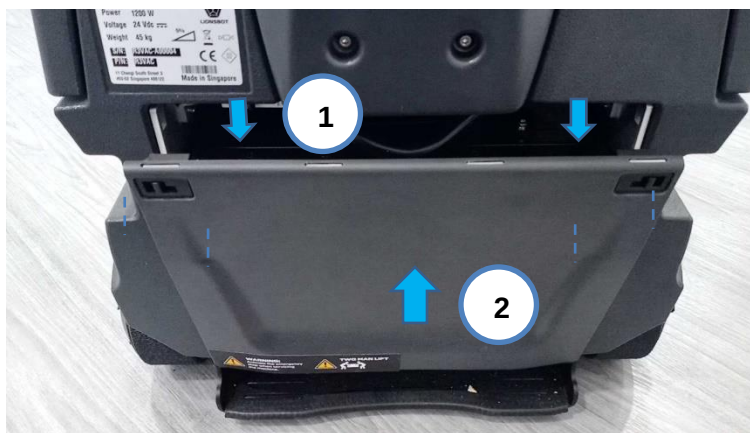
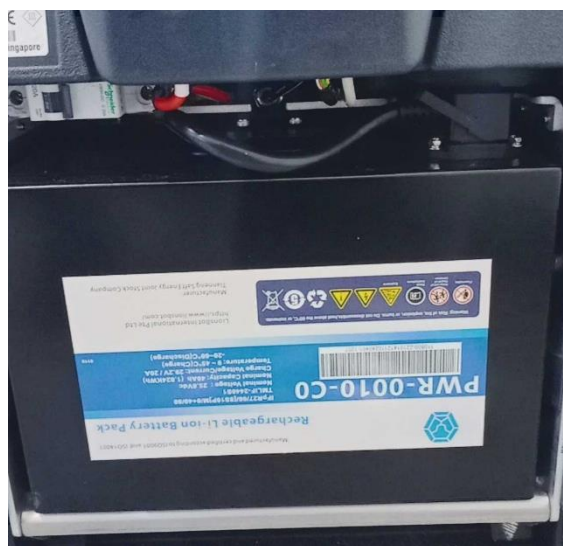

Fig. 3
Fig. 4
3. Faites basculer doucement le panneau (Fig. 3). Soulevez le panneau vers le haut pour révéler la batterie (Fig. 4).